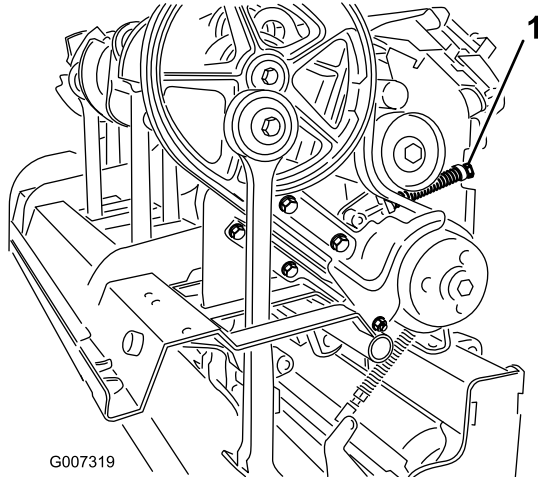

Figura 38
4. Per rilasciare la tensione della molla, allentate il dado di bloccaggio che fissa il fermo della molla (Figura 38) e ruotate il fermo.